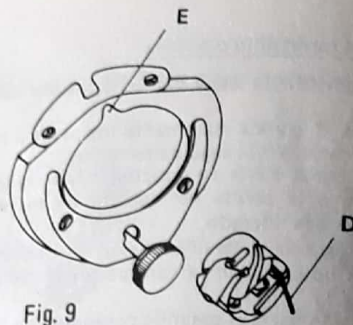

Fig. 9
- \* Destrabe la caja de la bobina abriendo el pestillo y luego retírela de su lecho conjuntamente con el carretelillo. (Fig. 9).
- \* Libere unos 10 centímetros de hilo y coloque nuevamente la caja de la bobina en el crochet, presionándola con su dedo pulgar hasta que se escuche un "Clak" característico, debiendo quedar el pico D inmovilizado en la ranura (E) existente en la placa de sujeción del crochet. (Fig. 9).